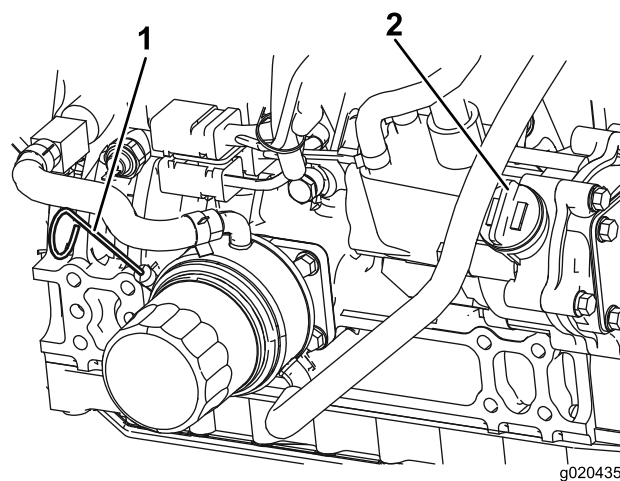

図 10
3. ディップスティックを抜き取り、付いているオイルをウェスで拭き、もう一度一杯に差し込んで抜きとる。FULL マークとADDマークの間にあればよい図 10。
4. オイルの量が少ない場合は、補給キャップ図 10を取り、Full とADDの間の位置までオイルを補給する。入れすぎないこと。